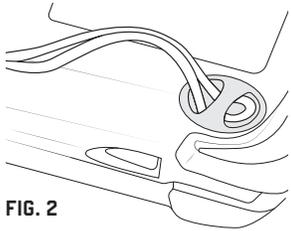

FIG. 2
2. Take the small loop attachment on the modular female buckle and thread it through the captive hole in the bottom of the barcode scanner gun. [fig. 2]
2. Pase el lazo de la hebilla hembra por el orificio de sujeción de la parte inferior de la pistola del escáner [fig. 2].
2. Saisissez la boucle d'attache souple liée au fermoir femelle et faites-la passer dans le trou captif situé à la base du pistolet lecteur de code-barres. [fig. 2]